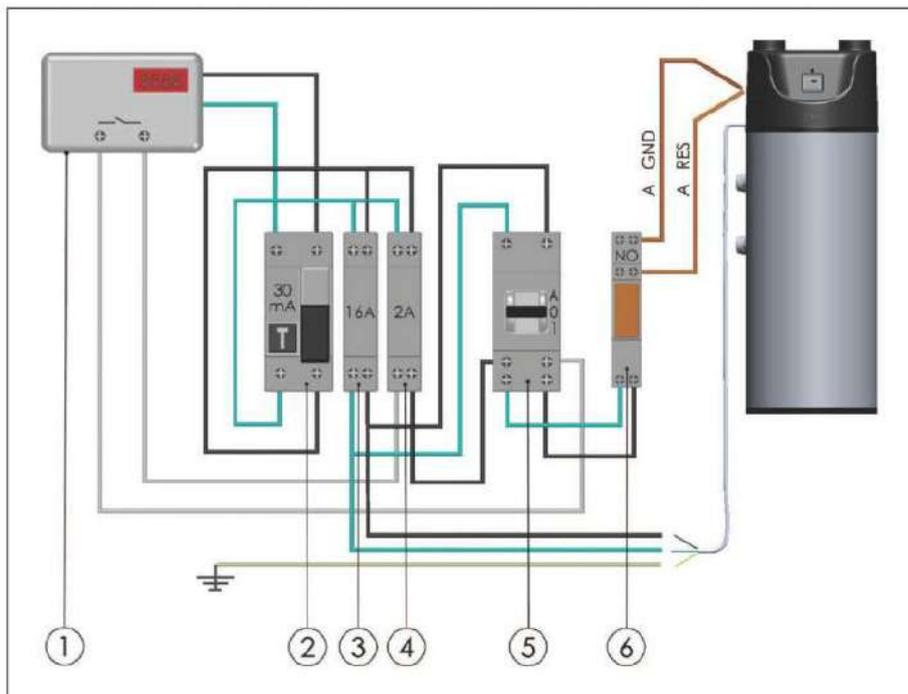

Fig. 15
### FUNZIONE ON/OFF PER ATTIVAZIONE RESISTENZA DA CONTATTO ESTERNO (fig. 15)
Nello schema esemplificativo (fig. 15), il Contattore Giorno/Notte (5), riceve l'informazione circa la convenienza della tariffa, direttamente dal Contatore Generale d'energia (1), e tramite il Relè (6) agisce sul contatto **RES-GND** presente su scheda.
### REMOTE ON OFF FUNCTION FOR ELECTRICAL HEATER (fig. 15)
In the illustrative diagram (fig. 15), the Day / Night Contactor (5) receives the information about the convenience of the tariff, directly from the General Energy Meter (1), and through the Relay (6) it acts on the **RES-GND** contact. present on the board.